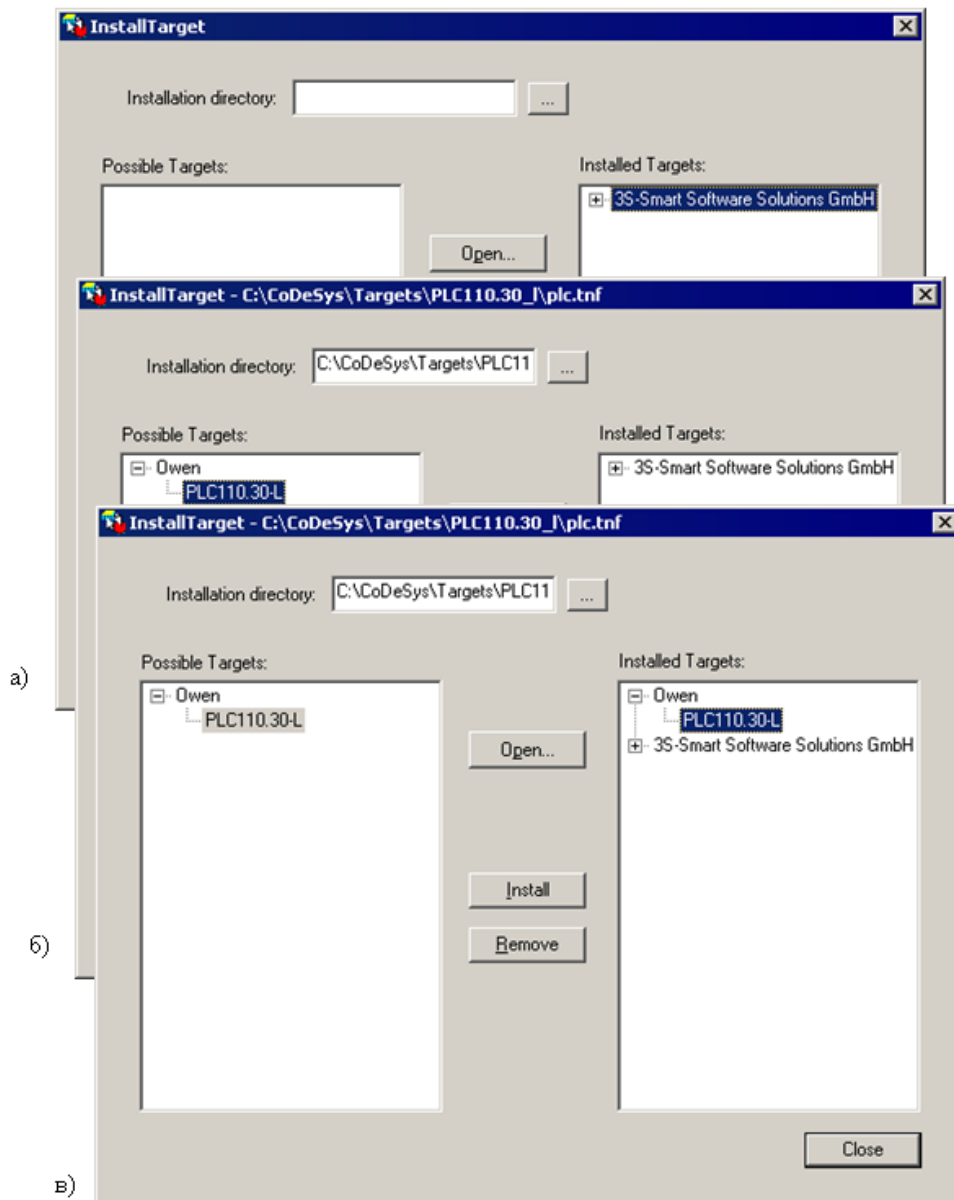

Рисунок 3.1 – Окно «InstallTarget» утилиты InstallTarget
- 2) В открывшемся окне утилиты «InstallTarget» окне (рисунок 3.1, а) – нажать кнопку «Open (Открыть)».
В поле «Installed Targets» отобразится перечень ранее установленных файлов (см. рисунок 3.1, б).
- 4) После того, как требуемый Target-файл выделен, следует нажать кнопку «Install». Target-файл будет инсталлирован на используемый ПК. В поле «Installed Targets» он отобразится в перечне установленных файлов (см. рисунок 3.1, в).